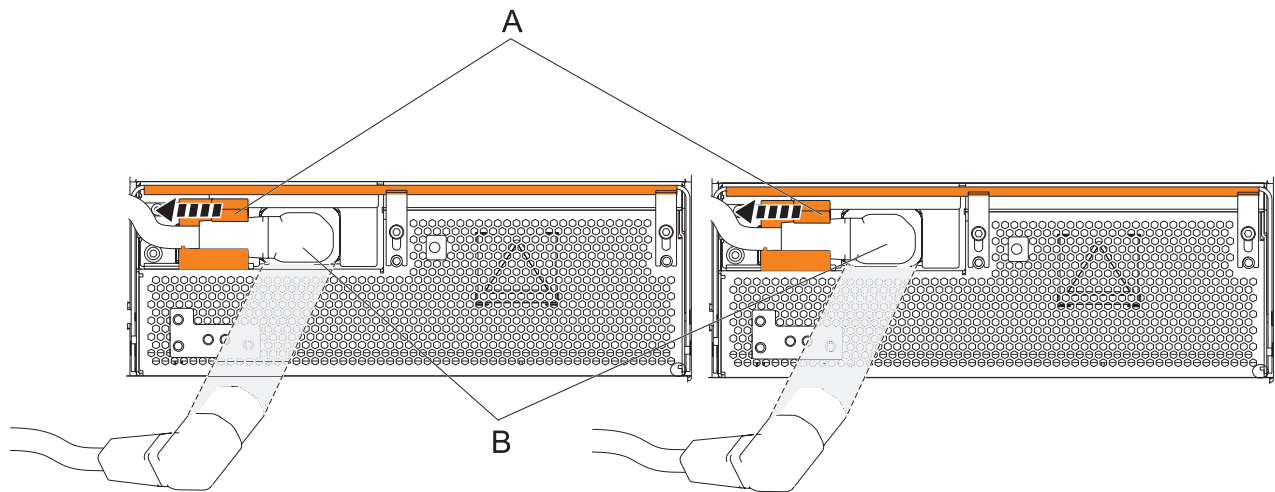

Figura 83. Desconexión de los cables de alimentación OCA
- a. Deslice los soportes de los cables de alimentación (**A**) a la izquierda, situados en la parte frontal de los dos OCA. Consulte Figura 83 en la página 125.